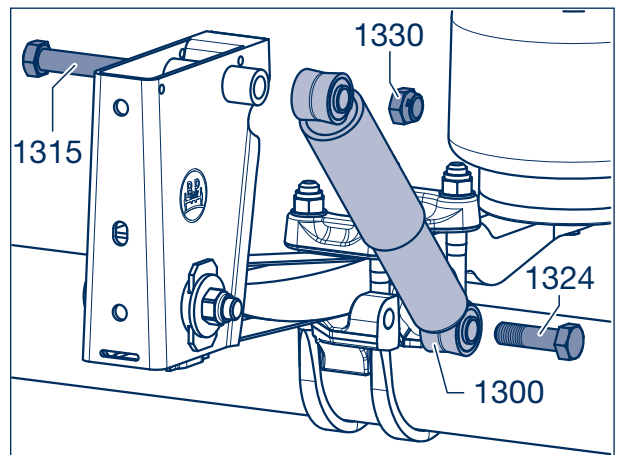

Рисунок 2
- [5] Надвинуть амортизатор (1300) на шпильку/шпильки или на крепежные винты или закрепить амортизатор на круглых осях с пневматической подвеской ALII крепежным винтом (1324) на опорной пластине рессоры (рис. 2).